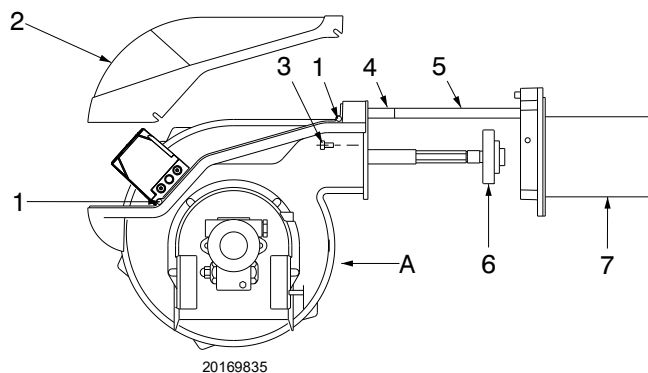

Fig. 37
- slăbiți șuruburile 1)(Fig. 37) și scoateți capota 2);